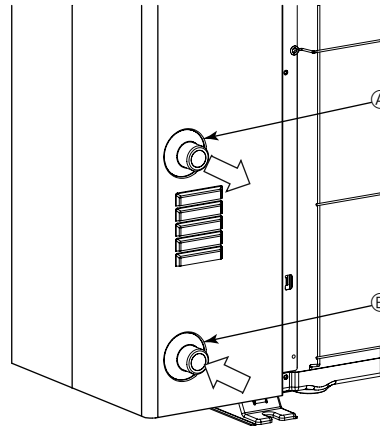

Fig. 5-1
5.1. Соединение водопроводных труб (Fig. 5-1)
- Положение входных и выходных труб показано на рисунке Fig. 5-1.
[Fig. 5-1]